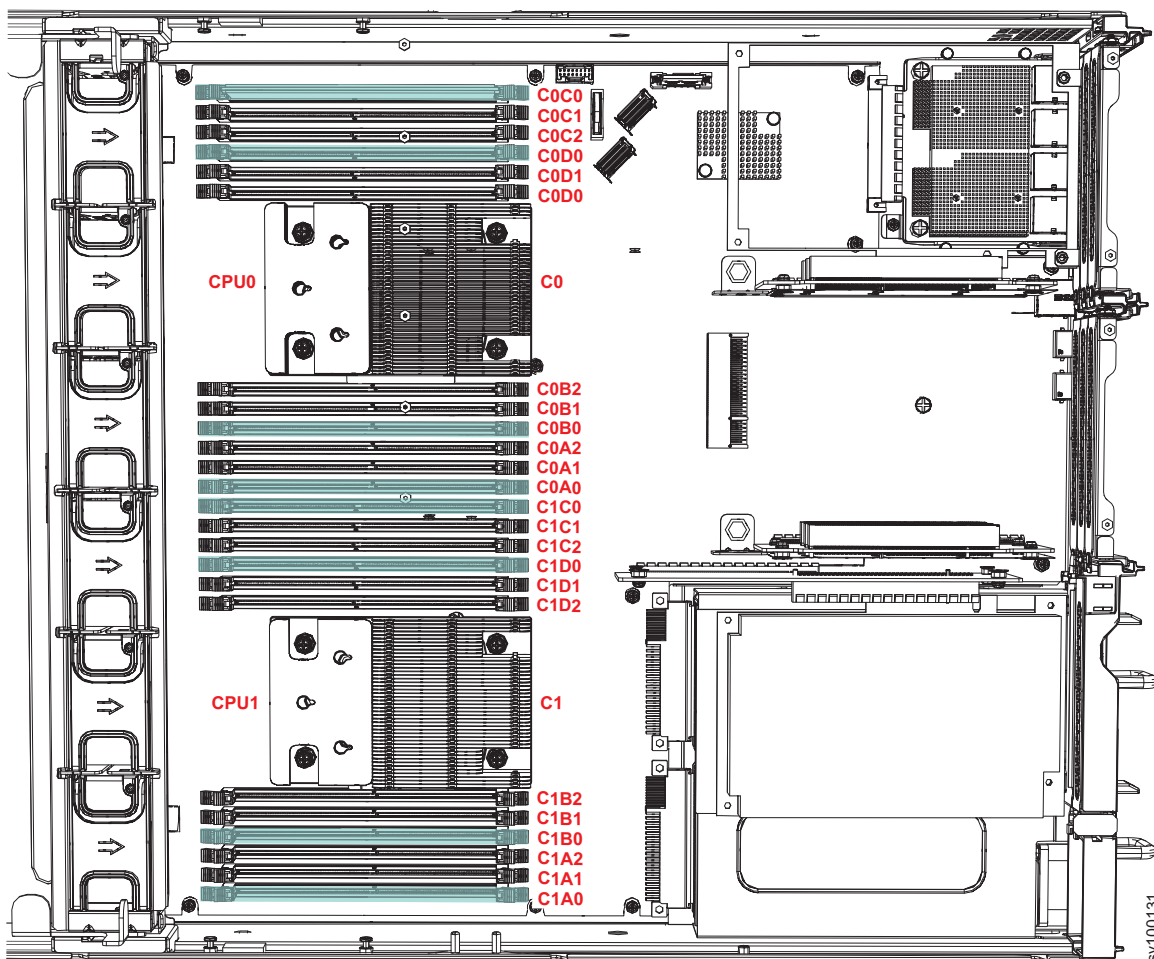

図 73. システム・ボード上の DIMM コネクタの位置
- 交換したいデュアル・インライン・メモリー・モジュール (DIMM) の位置を確認するには、図 73 を参照してください。